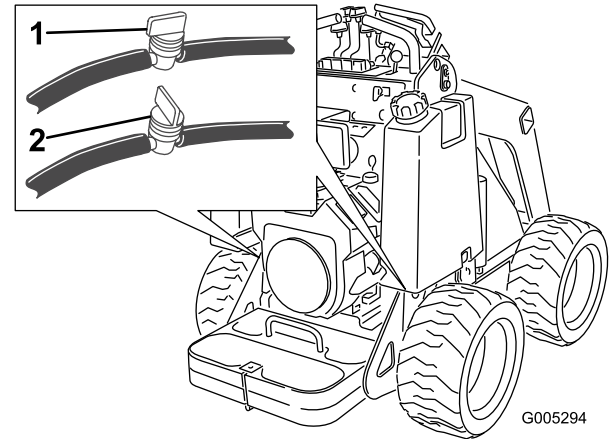

Figura 28
2. Cierre la válvula de combustible, situada debajo de cada depósito de combustible (Figura 28).
3. Cierre la válvula de combustible, situada en la manguera cerca del fondo de los depósitos de combustible (Figura 28).
8. Abra las válvulas de combustible, situadas en las mangueras cerca de la parte inferior de los depósitos de combustible, según se muestra en Figura 28.